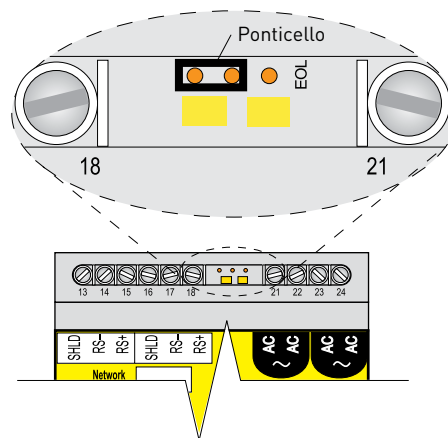

Figura 5b. Ponticello di fine linea per tutti gli altri TTSIM
- Su tutti gli altri TTSIM-2 del circuito mettere il ponticello come illustrato in Figura 5b.